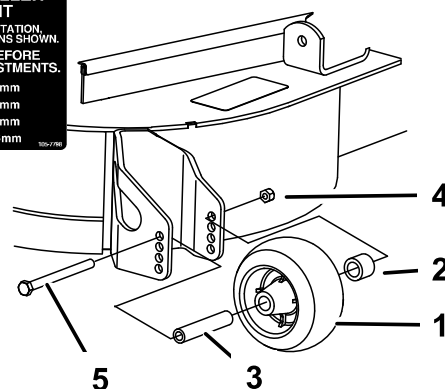

Figura 13
1. Dopo avere regolato l'altezza di taglio, regolate i rulli togliendo il dado flangiato, la boccola, il distanziale ed il bullone (Figura 13).
3. Montate il dado flangiato, la boccola, il distanziale ed il bullone. Serrate a 54-61 Nm.(Figura 13)